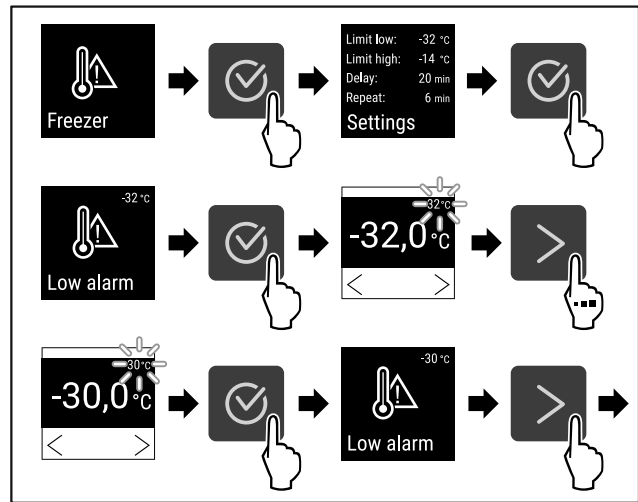

Fig. 97
- ▶ Udfør handlingstrinene (se Fig. 97).